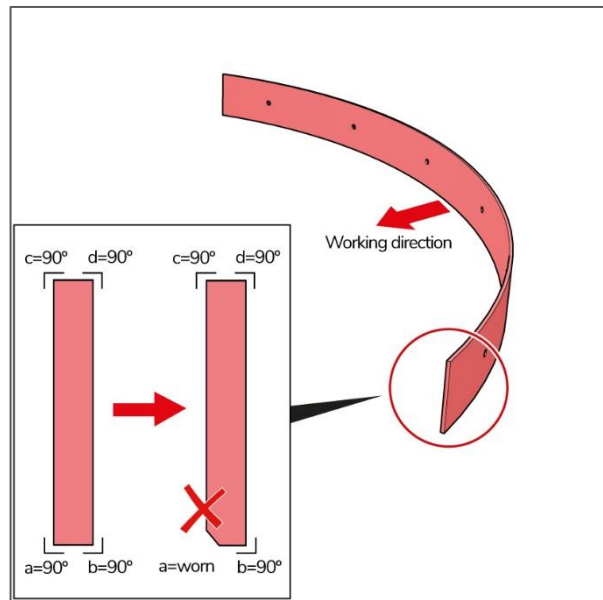

Figura 39
10. Comprueba la hoja trasera. El borde de trabajo de la hoja trasera (Figura 39, pos. a) debe tener un ángulo cuadrado (90°), de lo contrario, no raspa de manera eficiente. Si está desgastada, puedes usar uno de los otros bordes (Figura 39, pos. b, c, d). Si los cuatro bordes están redondeados o la hoja trasera está dañada o desgarrada en la parte superior e inferior, cámbiala por una nueva.